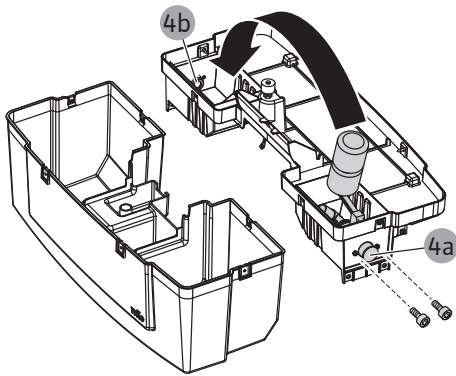

Fig. 17: Nachspeisebehälterabdeckung abnehmen und Schrauben zur Nachspeiseventilbefestigung lösen
6. Schrauben am Nachspeiseventilhalter entfernen (Fig. 17).